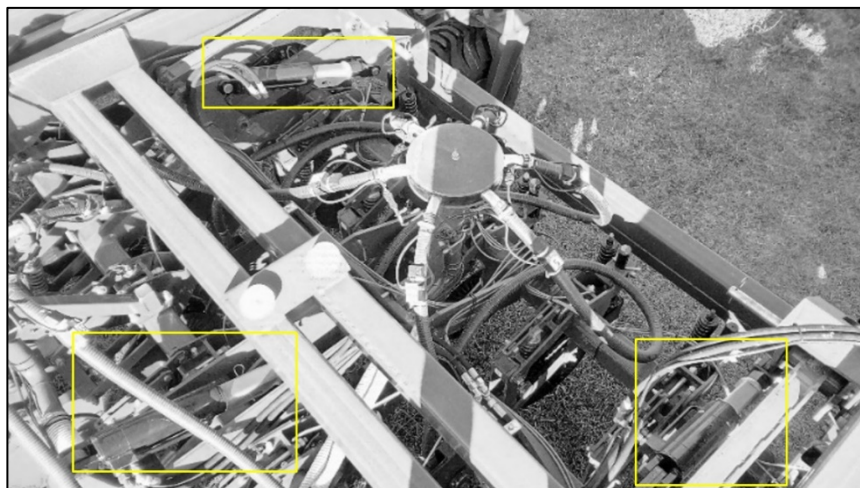
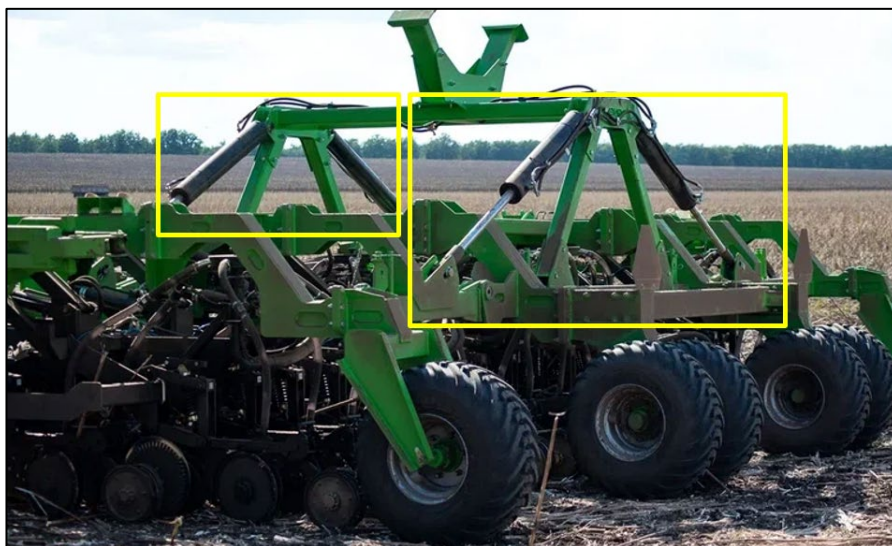

Рисунок 46 – Гидроцилиндры секции
Рисунок 47 – Гидроцилиндры складывания боковых секций
6.2.6 Штоки всех гидроцилиндров обильно смазать консистентной смазкой. Обмотать штоки любой бумагой и закрепить её верёвкой или тонкой проволокой. Делается это для предотвращения высыхания смазки до твёрдого состояния. При втягивании штока с засохшей смазкой существует большая вероятность повреждения уплотнительных манжет гидроцилиндров, рис. 46, рис. 47.